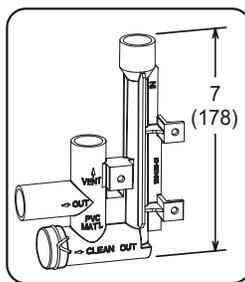

FIGURE 53
- 3 - Installez le bouchon sur l'ouverture de nettoyage à la base du purgeur. Fixez avec le collier. Reportez-vous à la FIGURE 53.
- 4 - Installez le purgeur avec des raccords en PVC appropriés et collez tous les joints. Collez le purgeur fourni comme illustré à la FIGURE 53. Acheminez le conduit de condensat jusqu'à un drain ouvert.